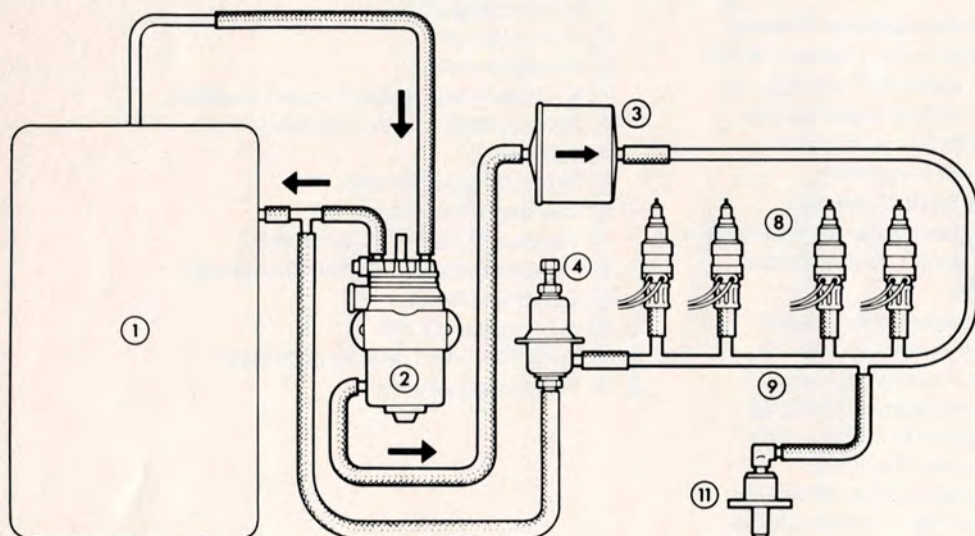

Bild 2
- Von der elektrischen Kraftstoffpumpe ② wird der Kraft-
stoff aus dem Tank ① angesaugt. Der Kraftstoff wird **durch die Pumpe** und durch das **nach der Pumpe** angeordnete Kraftstofffilter gedrückt. Die übrige Kraftstoffanlage ist identisch mit der unter 1.1 beschriebenen Anlage des 1800 E. (Bild 2)